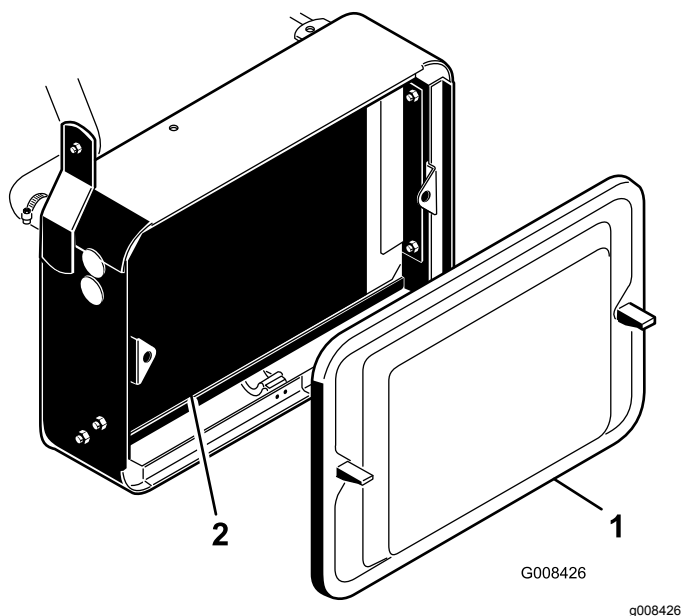

Figura 46
1. Retire la rejilla del radiador (Figura 46).